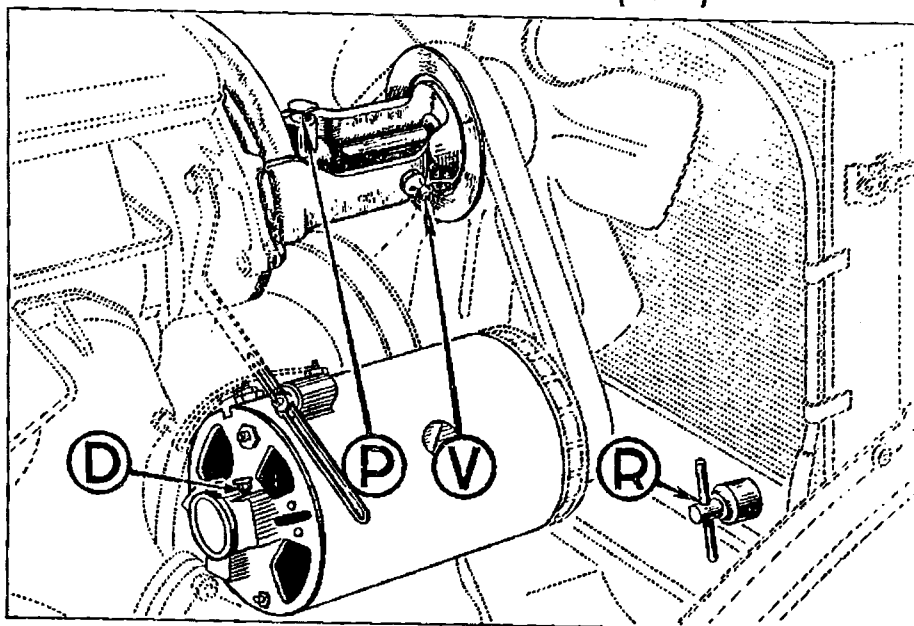

Fig. 15. — DYNAMO DUCELLIER.
- pour le radiateur, en R (fig. 15, p. 26).
— Le roulement de palier de ventilateur en V (fig. 15 et 16).
— L'axe de pompe à eau « huilleur » en P (fig. 15 et 16).
b) Graissez le palier de dynamo en D (fig. 15 et 16) avec de l'huile moteur (2 à 3 gouttes).